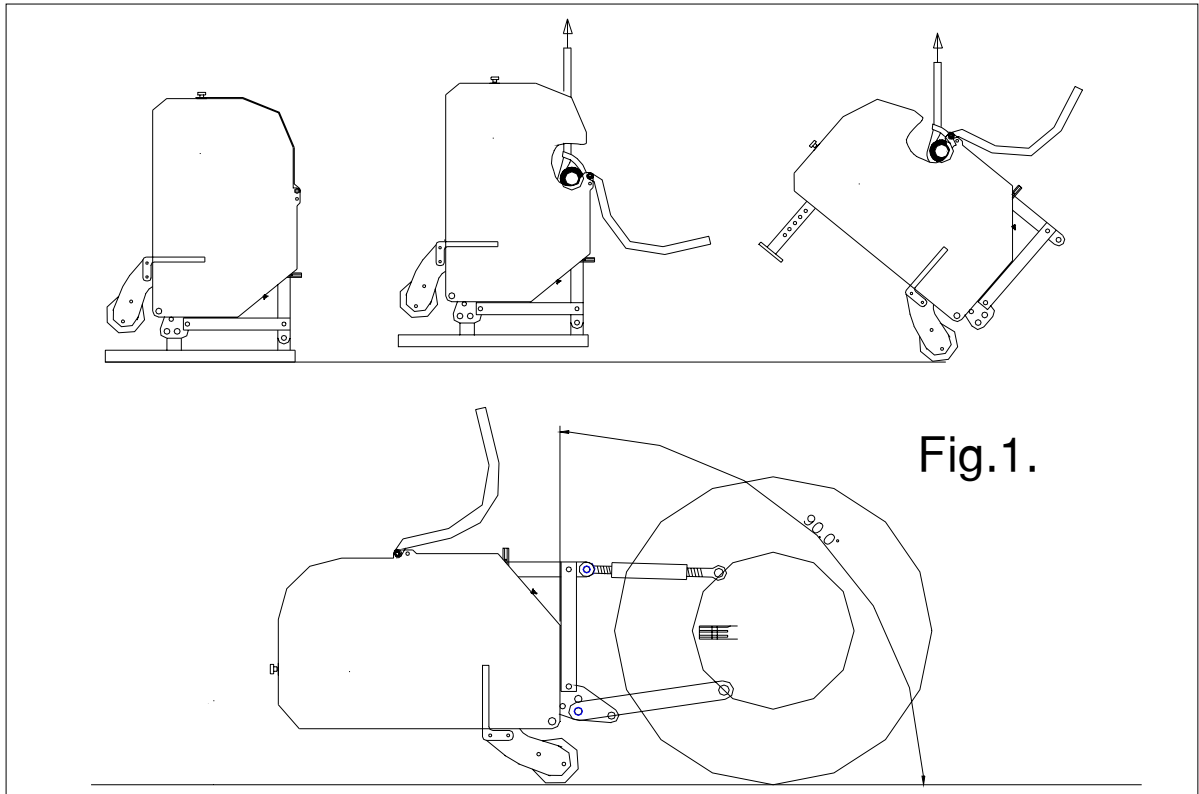

Fig.1.
La machine est disposée en position verticale sur la palette. Pour enlever la palette et placer la machine sur le sol en position horizontale, procédez de la manière suivante (voir fig. 1):
- @ Si le VERTI-CORE n'est pas correctement attelé au tracteur, voir fig.1, la variation des angles de prise de force peut provoquer des vibrations sur la ligne d'entraînement de la machine. Ces vibrations peuvent endommager la machine et les trous dans le sol.